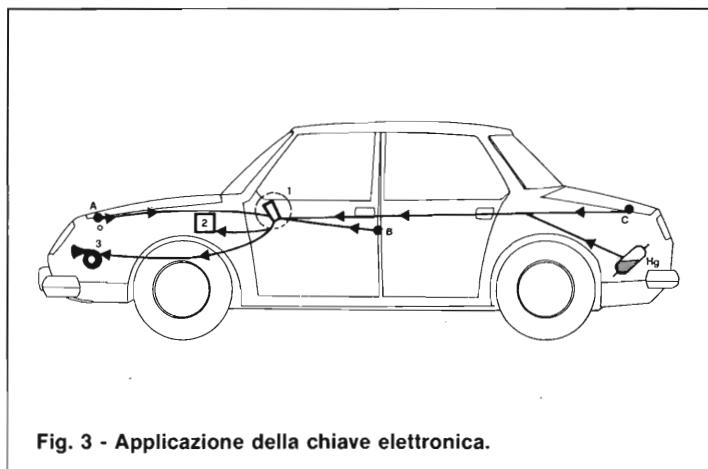

Fig. 3 - Applicazione della chiave elettronica.
carica attraverso R8 per poi cominciare a scaricarsi tramite R9 fino a bloccare il secondo contatore con l'uscita ad 1 logico, la quale sarà presente sia al piedino 4 che all'ingresso 2 della porta AND. La stessa cosa a questo punto avverrà premendo i pulsanti P3, P4 e P5; quando anche quest'ultimo sarà bloccato con l'uscita alta, su tutti e cinque gli ingressi della porta AND avremo un 1 logico per cui anche sulla sua uscita (piedino 15) avremo 1 logico (cioè livello alto, circa 12 V) di conseguenza il transistor TS1 passerà in conduzione eccitando la bobina del relè RL1 ed accendendo il Led verde DL1, il quale ci segnala che l'ingresso dei dati è avvenuto correttamente e dobbiamo quindi rilasciare il pulsante PE. I contatti del relè RL1 avranno perciò assunto la seguente posizione: contatti A - B - C in posizione A - C, il collegamento della massa dello spinterogeno è così ripristinato: gli allarmi sono perciò esclusi. Non ci resta che girare la chiave dell'accensione certi che la nostra auto partirà al primo colpo. In fig. 3 riportiamo in modo molto schematico quello che potrà essere uno dei modi di applicazione della nostra chiave elettronica con antifurto. Vediamo la chiave stessa nella posizione 1, fissata sul cruscotto della vettura. Da questa partono i comandi di controllo per l'impianto di accensione (2) e le trombe (3) ed arrivano i vari comandi di allarme supplementari (A), (B), (C), (Hg), ecc., corrispondenti al cofano anteriore, alle portiere, al cofano posteriore ed all'eventuale interruttore dinamometrico che segnala urti accidentali, ecc... Nella seconda parte illustreremo l'assemblaggio della chiave stessa ed il suo montaggio nell'auto. Nella foto (quella della chiave), potete osservare l'eleganza e la compattezza del modulo. Noi forniremo ogni pezzo, dalla resistenza al contenitore con mascherina forata, per la realizzazione di questo, lasciatecelo dire, eccezionale kit.